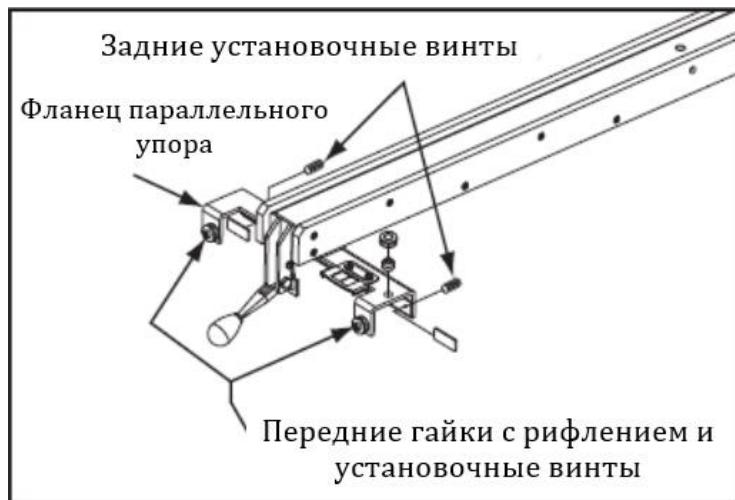

Рис. 38. Расположение установочных винтов, служащих для регулировки параллельности параллельного упора и усилия прижима
3. Отворачивать передние гайки с рифлением и установочные винты, показанные на рис. 38, до тех пор, пока они не будут слегка ввёрнуты во фланец параллельного упора.
4. Выворачивать задние установочные винты до тех пор, пока они не будут слегка ввёрнуты во фланец параллельного упора (рис. 38).
9. Ослабить верхние контргайки и произвести регулировку верхними регулировочными винтами (рис. 38) для установки плоскости параллельного упора под 90° к столу, затем затянуть контргайки.